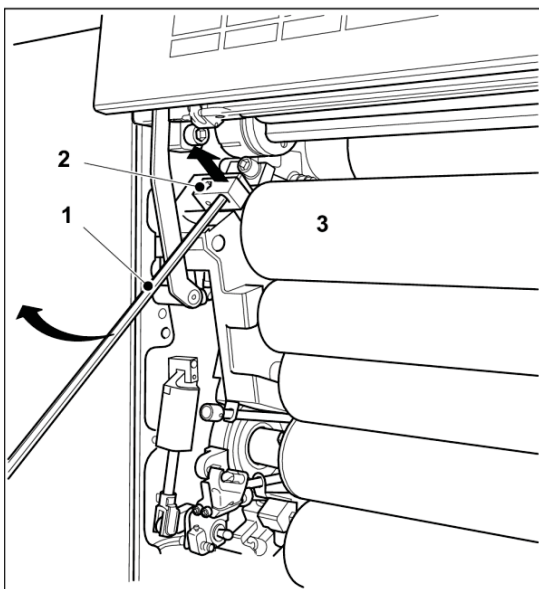

図 19 ライダーローラ13の取り外し
Tレンチ(図19/1)を使用して、ローラロック(図19/2)を持ち上げて脇によけておきます。
2. ライダーローラ(図19/3)を印刷ユニットから取り外します。